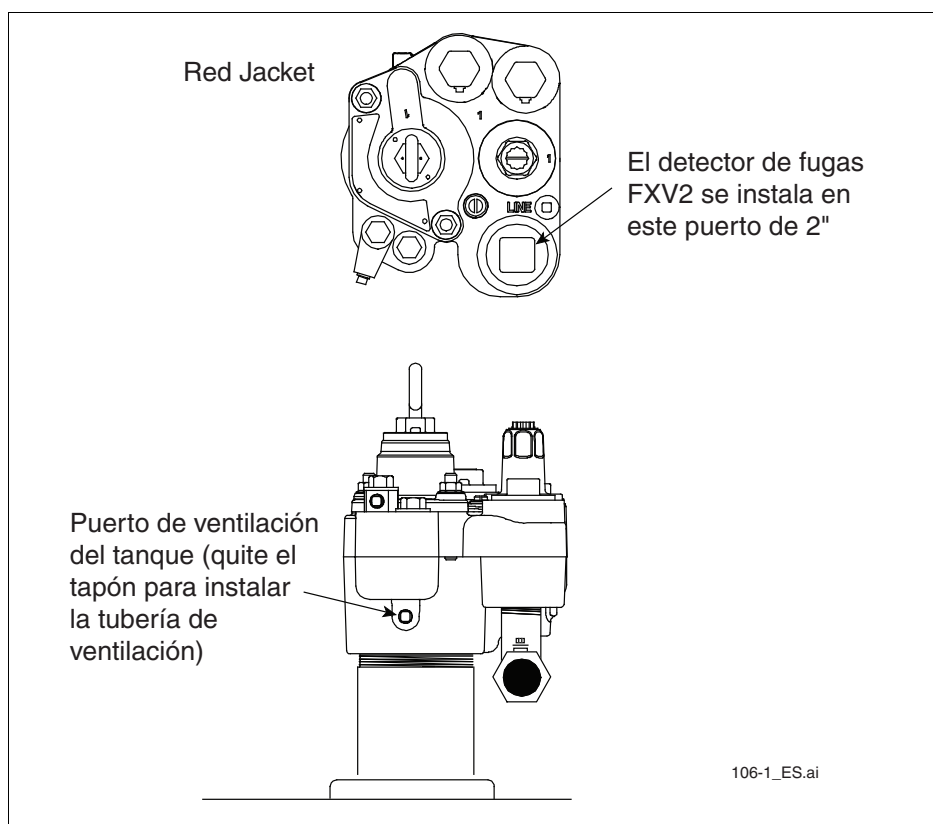
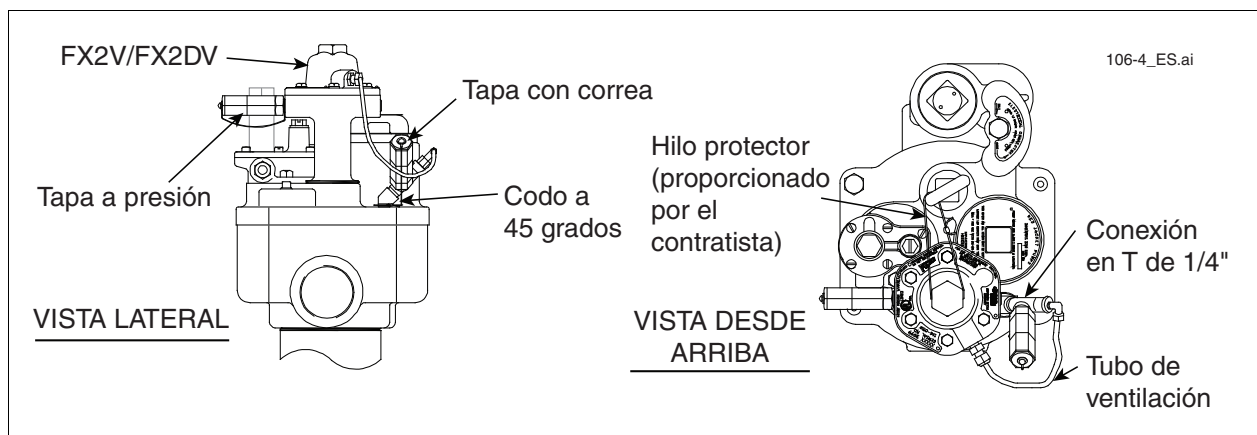

Figure 2. Puertos de instalación de FXV en la Red Jacket
Figure 5. Instalación de FXV en la bomba Estándar
1. Retire el tapón de dos pulgadas de la parte superior de la bomba Estándar (consulte la Figure 2 para los puertos de instalación del detector de fugas de la Red Jacket y consulte la Figure 5 para la bomba Estándar). Si el tapón de dos pulgadas está demasiado apretado y no se puede quitar, la bomba sumergible debe sacarse del tanque y colocarse en un tornillo de banco. Retire el conjunto del elemento funcional junto al tapón de la tubería. El tapón debería salir fácilmente si se utiliza una llave de tubería grande. Vuelva a colocar el conjunto del elemento funcional y regrese la bomba al tanque. (Consulte el Paso 3 antes de regresar la bomba).
- Retire el tapón de la tubería de 1/4 de pulgada del puerto de prueba del tanque (en las aplicaciones Big-Flo de 6 pulgadas, retire el tapón de la tubería de 1/4 de pulgada del conjunto de tubo de subida/brida, para las bombas Red Jacket, consulte la Figura 2 y para la bomba Estándar consulte la Figure 5).
- Retire el tapón de la tubería de 1/4 de pulgada del puerto de prueba del tanque (en las aplicaciones Big-Flo de 6 pulgadas, retire el tapón de la tubería de 1/4 de pulgada del conjunto de tubo de subida/brida, para las bombas Red Jacket consulte la Figura 3 y para la bomba Estándar consulte la Figure 5).
La cubierta superior en el detector de fugas Red Jacket está diseñada para acomodar un hilo protector que se puede usar para desalentar la manipulación del retiro no autorizado del detector de fugas. (Consulte la Figure 5).